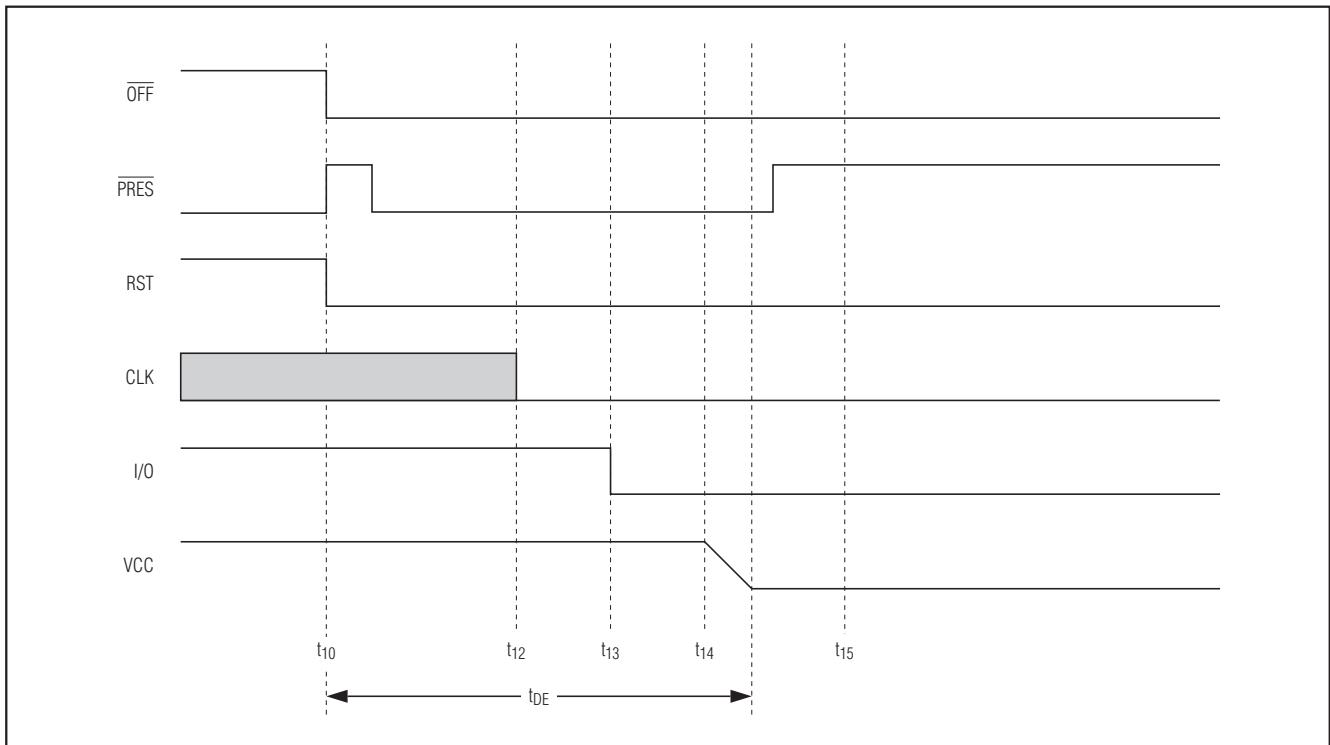

图7. 紧急去激活时序(拔出卡)
- $\overline{\text{CMDVCC}}$ 在卡会话期间为低电平。检测到故障状态时，输出OFF为低电平，将自动执行紧急去激活过程(图7)。当系统控制器将 $\overline{\text{CMDVCC}}$ 复位至高电平时，完成去激活过程后会再次检测OFF电平。由此区别卡拔出和硬件问题(如果出现卡，OFF再次变为高电平)。根据连接器的卡检测开关(常闭或常开状态)以及开关的机械特性，在卡插入或拔出时，PRES信号会出现抖动。